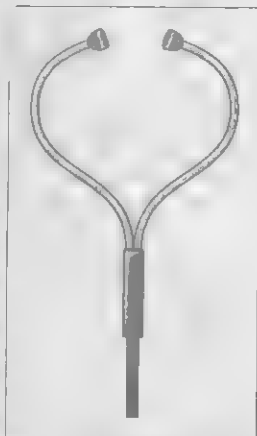

Рис. 20.1 Из обычной резиновой трубки и старого стетоскопа можно сделать отличный инструмент для обнаружения неисправностей
- ✓ При обнаружении неопределенного шума возьмите старый стетоскоп, снимите резиновый диск и вставьте вместо него трубку длиной 3 см (рис. 20.1), потом вставьте наушники в уши, заведите двигатель и передвигайте конец трубки стетоскопа по двигателю от носку. Так как стетоскоп усиливает звук, вы услышите звук при приближении к источнику шума.